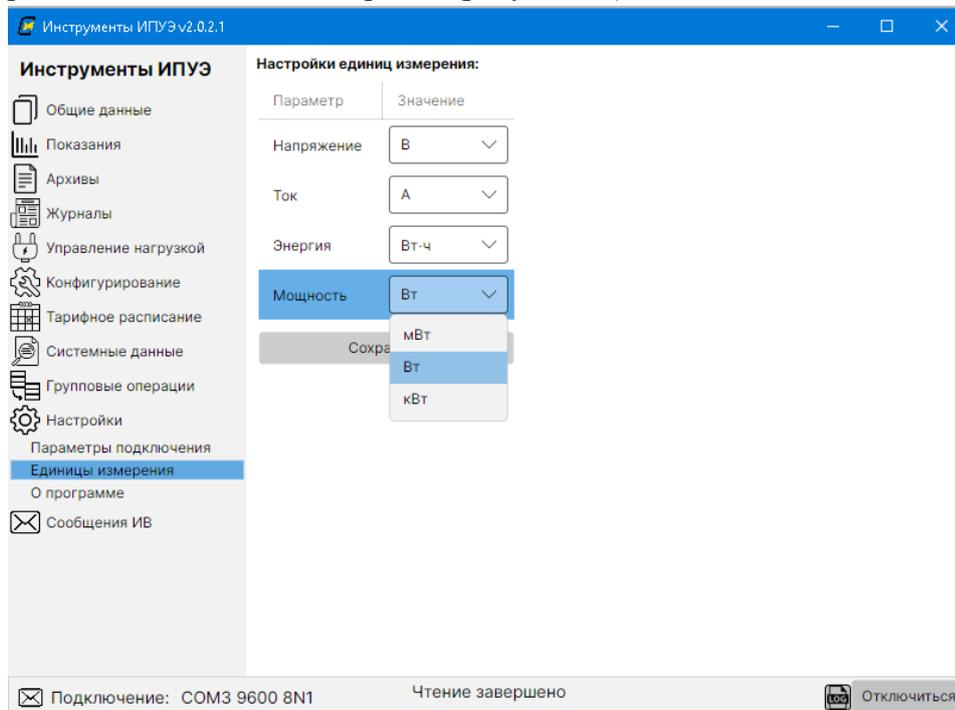

Рисунок 48 – Вид окна программы подраздела «Единицы измерения».
3.22 В подразделе «Единицы измерения» раздела «Настройки» доступно изменение масштаба энергетических единиц измерения (рисунок 48).